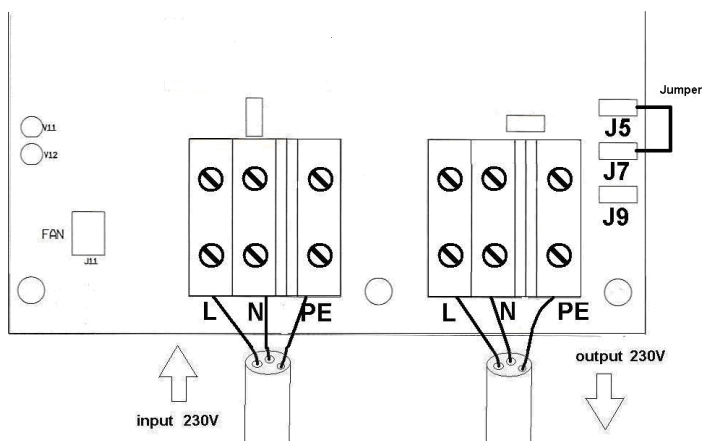

Figure 3 : mise à la terre du neutre de sortie
2.3 Mise à la terre du neutre de sortie (figure 3)
Un dispositif de courant résiduel (RCD) ou un disjoncteur différentiel (GFCI) doit être installé sur le câble de sortie du transformateur d'isolement. Pour que ce RCD fonctionne correctement, le neutre de sortie doit être raccordé à la terre (= toutes les parties métalliques du bateau). Pour ce faire, il suffit de placer un cavalier sur les connecteurs-poussoirs mâles J5 et J7 (voir la figure 3) et de mettre à la terre le boîtier du transformateur d'isolement.